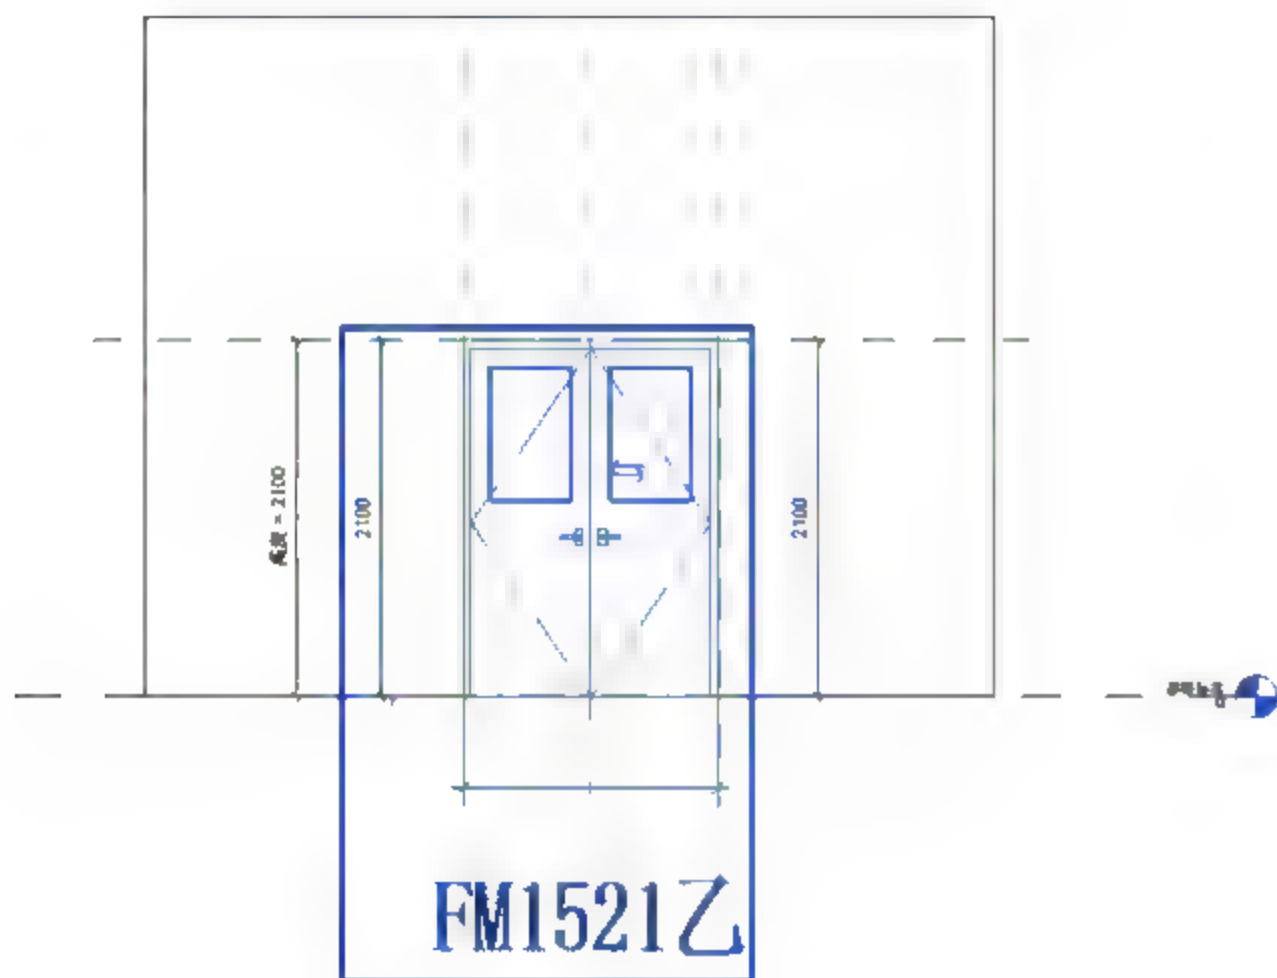

图 6.2.47 调整后的 FM1521 乙.dwg
(8) 调整 CAD 图形。选定导入的“FM1521 乙.dwg” CAD 图形, 按快捷键 M+V, 将“FM1521 乙.dwg”导入 CAD 图形移动至如图 6.2.47 所示位置。